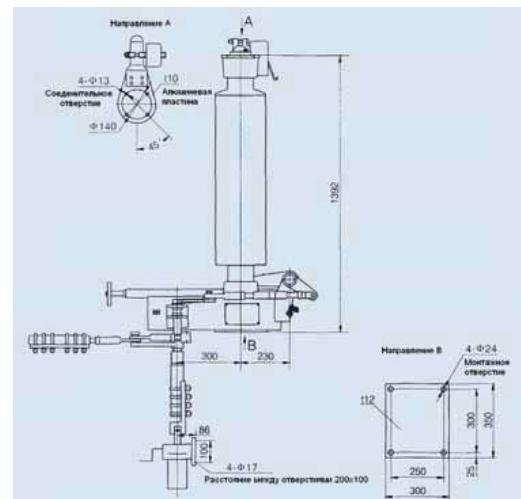

Рис. 6.1 Внешний вид и размеры заземлителя JW -126
6.1 Заземлитель JW -126 (см. рис. 6.1, 6.2)